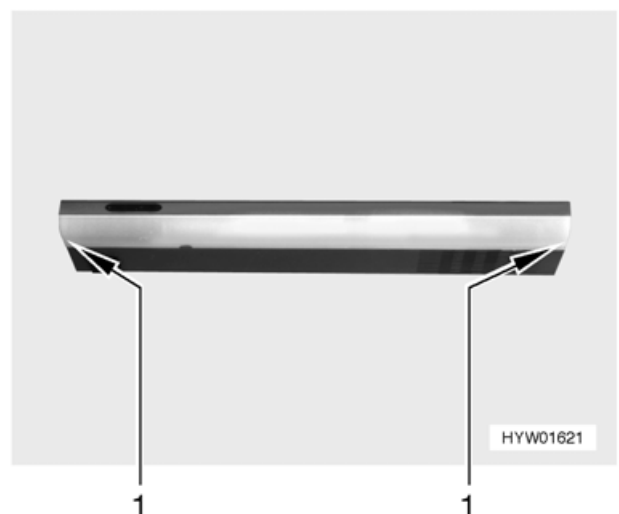

Fig. 101 Plafoniera
- Tirare il vetro della luce (Fig. 101,1). Iniziare ad estrarre la plafoniera tirando sempre a destra o a sinistra.